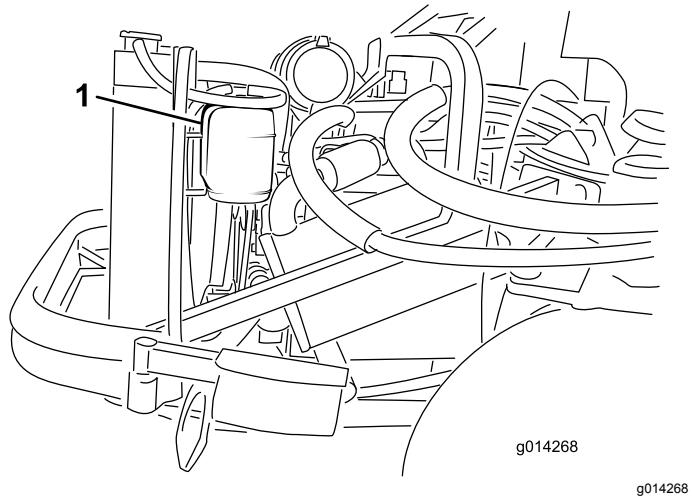

图41
1. 检查膨胀水箱的冷却液液位图41。冷却液液位应当介于膨胀水箱侧面的两个标记之间。